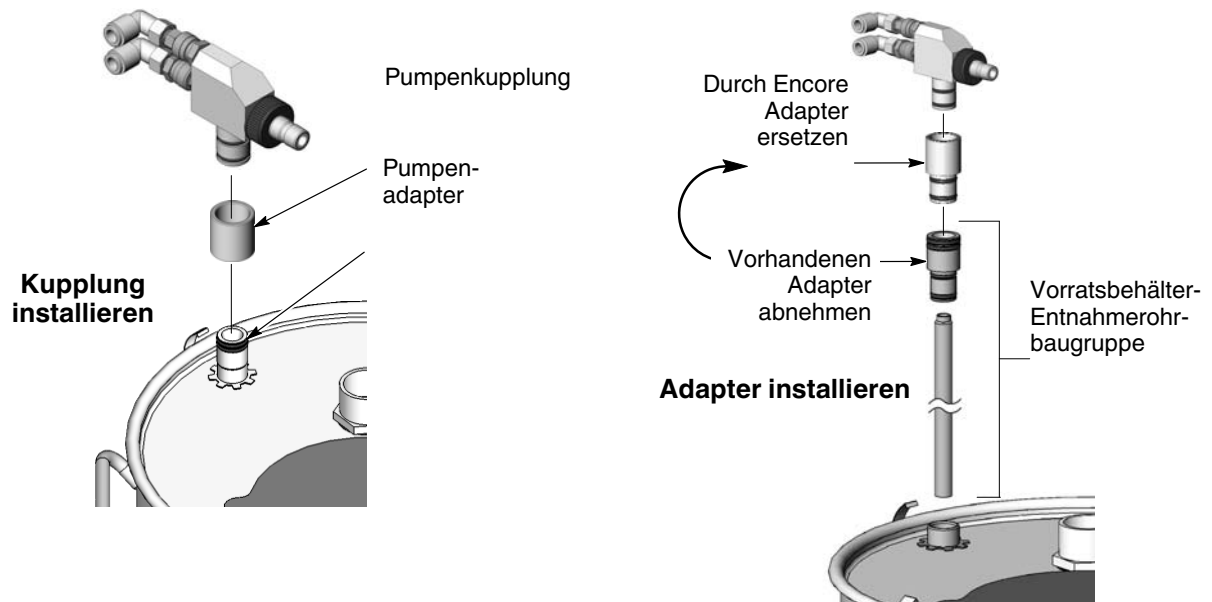

Abb. 3-8 Pumpe mit Adaptersatz oder Kupplung auf Vorratsbehältern HR oder NHR installieren
1. Siehe Abb. 3-8. Das Entnahmerohr von der Pumpenaufnahme im Behälterdeckel abnehmen, dann den vorhandenen Adapter vom Entnahmerohr abschrauben.
Siehe Abb. 3-8. Die Kupplung ermöglicht die Nutzung des vorhandenen Pumpenadapters. Die Pumpenkupplung mit einer leichten Drehbewegung an der vorhandenen Pumpenaufnahme installieren, dann die Pumpe mit der gleichen Bewegung in der Kupplung installieren.